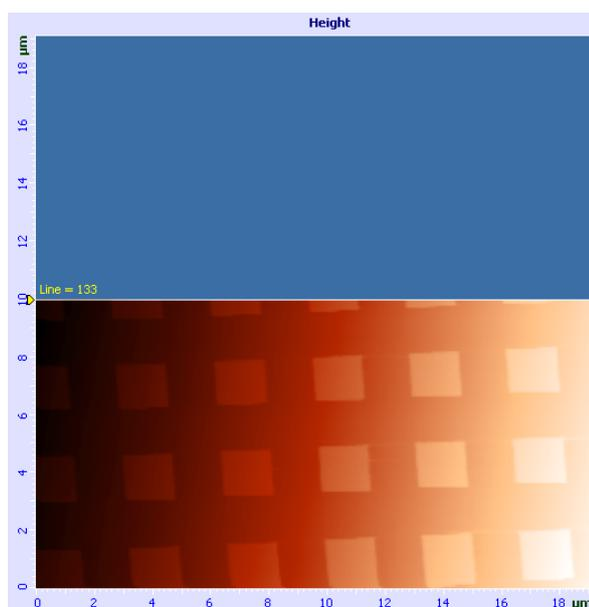
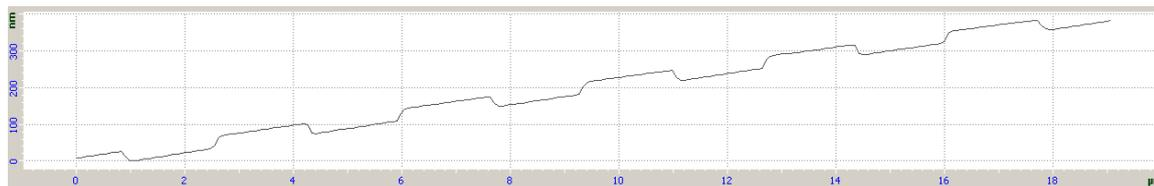
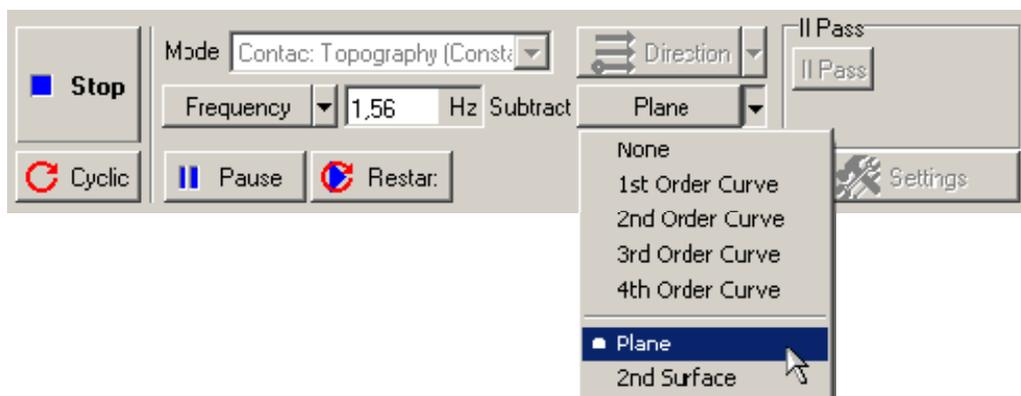

Рис. 6-15. Изображение рельефа поверхности
Рис. 6-16. Сигнал Height
Рис. 6-18
- начнется построчное сканирование поверхности образца и в области отображения 2D-данных сканирования, строчка за строчкой, начнет появляться изображение сканируемой поверхности (Рис. 6-15), в нашем примере изображение прямоугольной решетки;
- на панели отображения 1D-данных при сканировании будет построчно отображаться измеряемый сигнал (Рис. 6-16);
На приведенном выше примере (см. Рис. 6-15, Рис. 6-16) видно, что образец имеет некоторый наклон по оси X.
Если щелкнуть на этой кнопке и выбрать из списка **Plane** (Рис. 6-18), то будет выполнено вычитание плоскости, и изображение, которое до этой процедуры имело вид, как на Рис. 6-15 будет иметь вид, как на Рис. 6-19.
Соответственно, на панели отображения 1D-данных тоже будет построчно отображаться измеряемый сигнал с учетом вычитания плоскости. Вместо отображаемого сигнала на Рис. 6-16, сигнал будет иметь вид, представленный на Рис. 6-20.